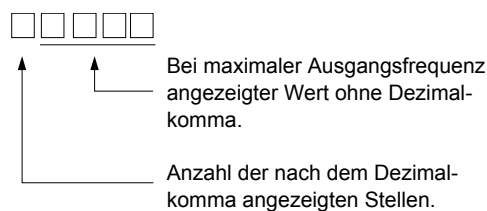

Abb. 6 61 Interpretation des Einstellwerts bei anwenderdefinierte Anzeige
- 40 bis 39999: Anwenderdefinierte Anzeige. Einstellung des bei maximaler Ausgangsfrequenz angezeigten Werts (siehe Abb. 6 61).